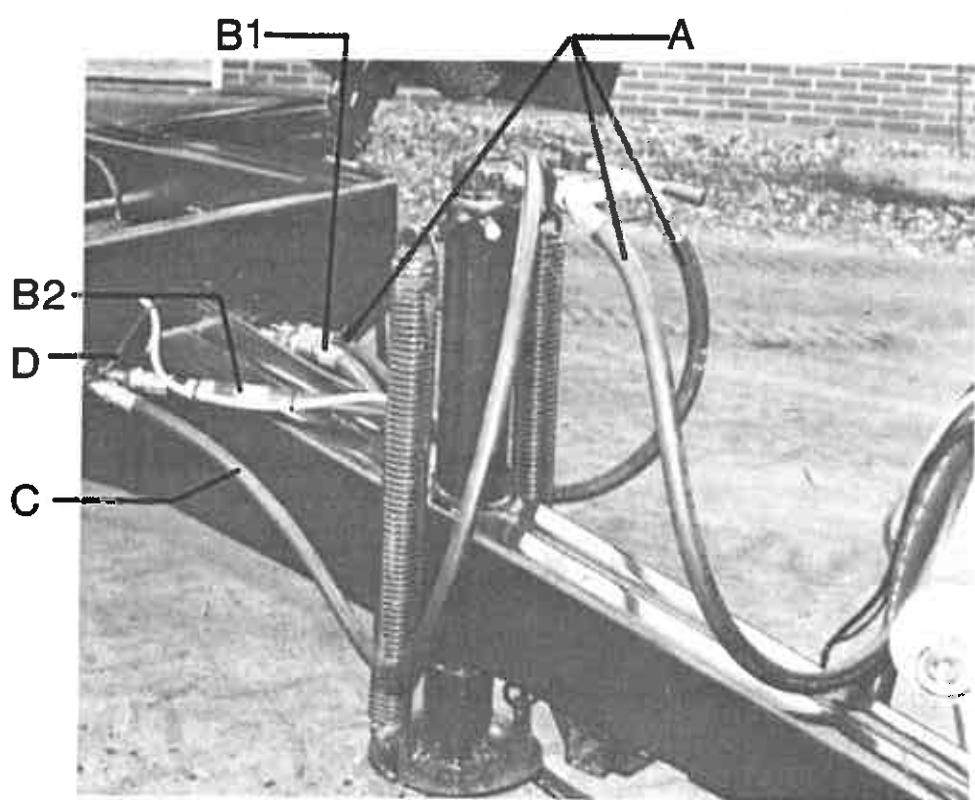

Fig. 2. Hydrauliktilslutning
2.3. Hydrauliktilslutning (fig. 2)